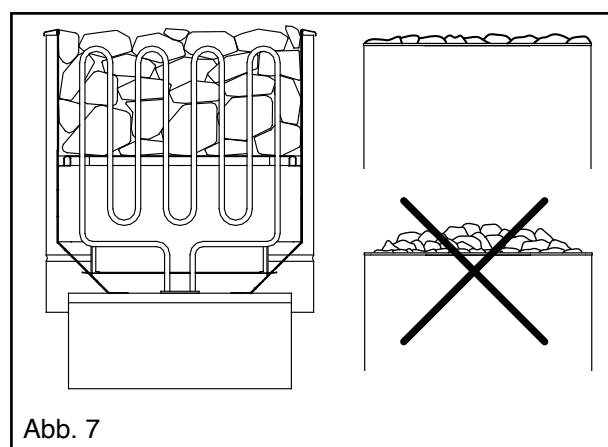

Abb. 7
- Die Steine müssen die Heizwiderstände vollkommen bedecken (Abb. 7).